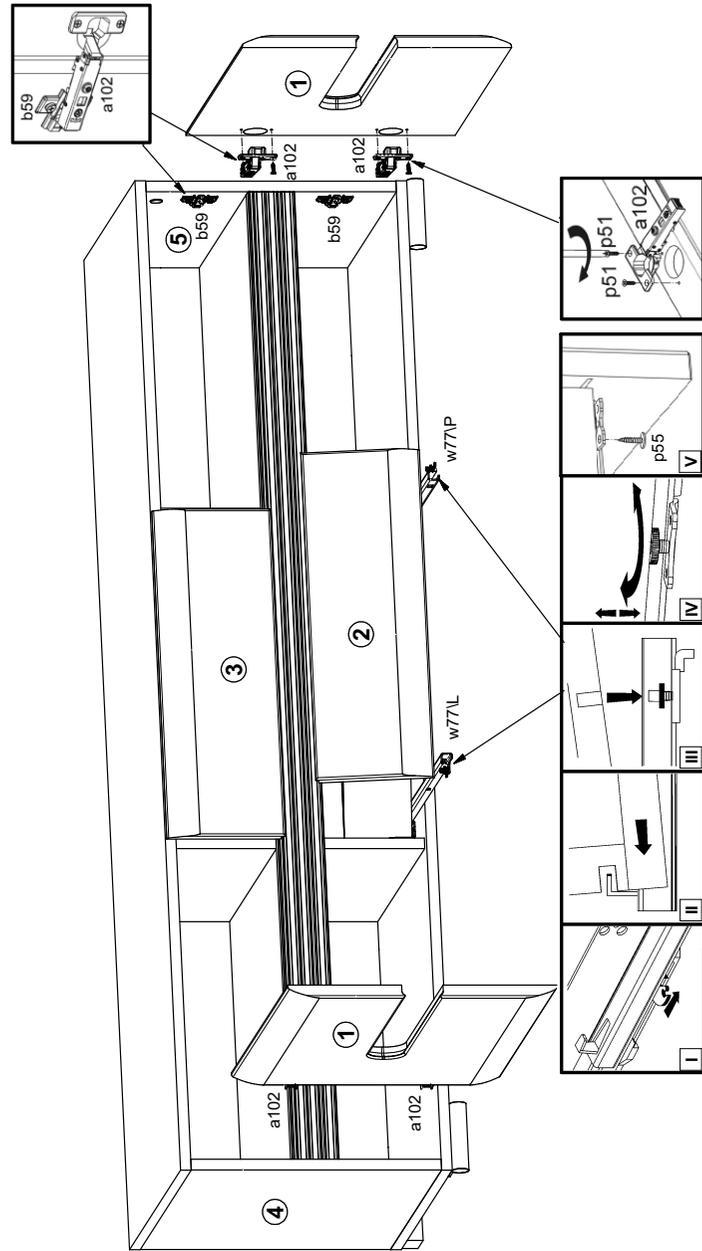

Рисунок 6
- Положить дверь 1 фасадной поверхностью вниз на ровную поверхность и закрепить на ней петли шарнирные a102 шурупами p59 (см.рис. 6).
- Вставить ящики выдвигаемые в корпус изделия на направляющие w77 (см.рис. 6).
- Зафиксировать ящики на направляющих w76 с помощью шурупов p55 (см.рис. 6).